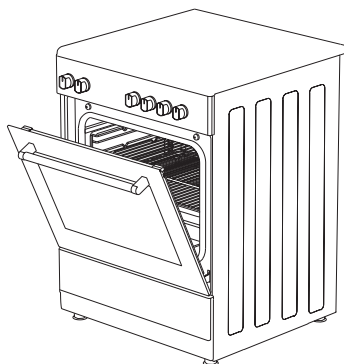

Figura 11
3. Așezați panoul de siguranță sub panoul de control deschizând geamul capacului frontal din sticlă al cuptorului (figura 11).